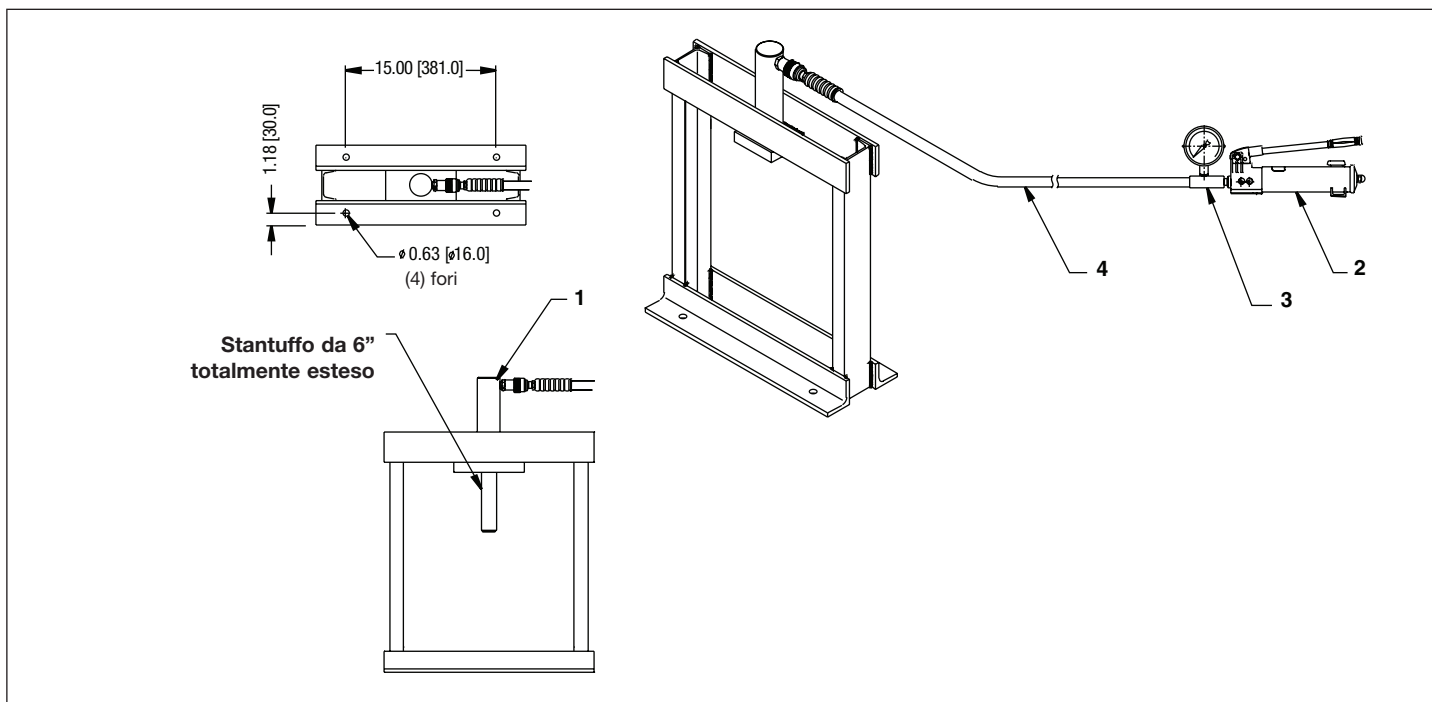

Figura 1, Della VLP da 10 tonnellate
3.0 INSTALLAZIONE/MONTAGGIO (VEDERE LA FIGURA 1)
Installare la pressa utilizzando i quattro fori di montaggio situati sulla staffa. Per le dimensioni relative al montaggio, si veda la figura 1.